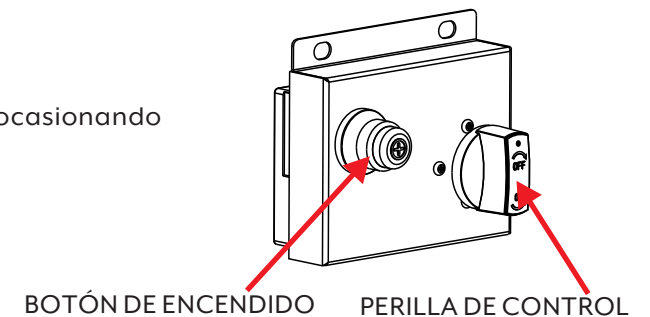

Figura 6
4. Ajuste la llama a la llama deseada con el botón de control. Ver la Figura 6.